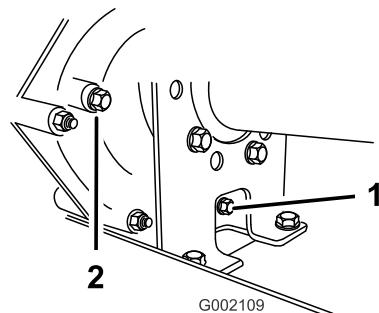
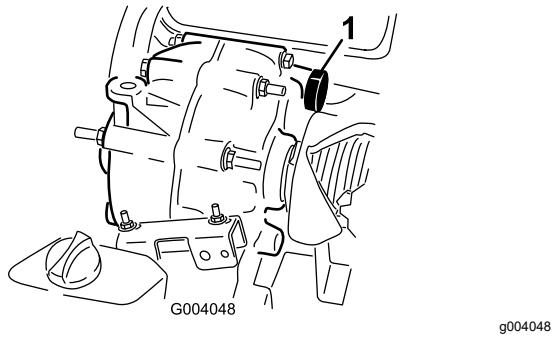

Рисунок 43
Рисунок 44
2. Тщательно протрите места вокруг пробок заливного и сливного отверстий ветошью (Рисунок 43).
4. Снимите пробку заливного отверстия, повернув ее против часовой стрелки (Рисунок 43).
5. Снимите пробку заливного отверстия, повернув ее против часовой стрелки (Рисунок 43).
6. Установите пробку сливного отверстия с прокладкой в сливное отверстие трансмиссии и затяните (Рисунок 43).
7. Долейте в бак (Рисунок 44) через заливное отверстие приблизительно 1,4 л рабочей жидкости указанного типа или доведите уровень рабочей жидкости в трансмиссии до нижней части резьбы (Рисунок 43).
8. Установите и затяните пробку заливного отверстия с прокладкой в заливное отверстие трансмиссии (Рисунок 43).
10. Проверьте уровень рабочей жидкости и добавьте ее, если уровень рабочей жидкости находится ниже резьбовой части заливного отверстия (Рисунок 43).